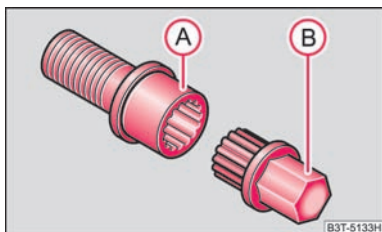

Abb. 203 Illustrationsbild: Sicherheitsradschraube mit Adapter
- Stecken Sie den Adapter (B) mit seiner verzahnten Seite bis zum Anschlag so in die innere Verzahnung der Sicherheitsradschraube (A), dass nur noch der äußere Sechskant herausragt ⇒ Abb. 203.
- Stecken Sie den Radschlüssel bis zum Anschlag auf den Adapter (B).